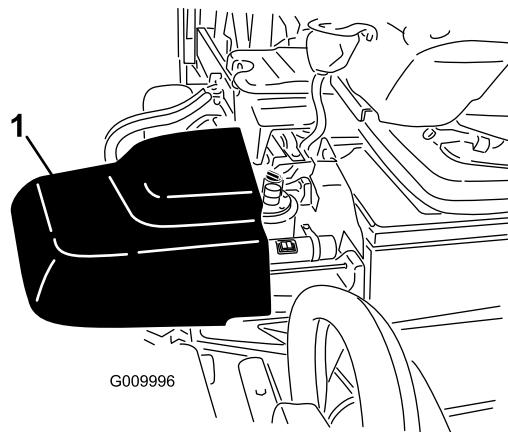

Figura 16
- Puxe ligeiramente para cima nas extremidades exteriores da cobertura do depósito e deslize o resguardo do depósito hidráulico para expor o tubo de enchimento e tampa do depósito hidráulico (Figura 16).